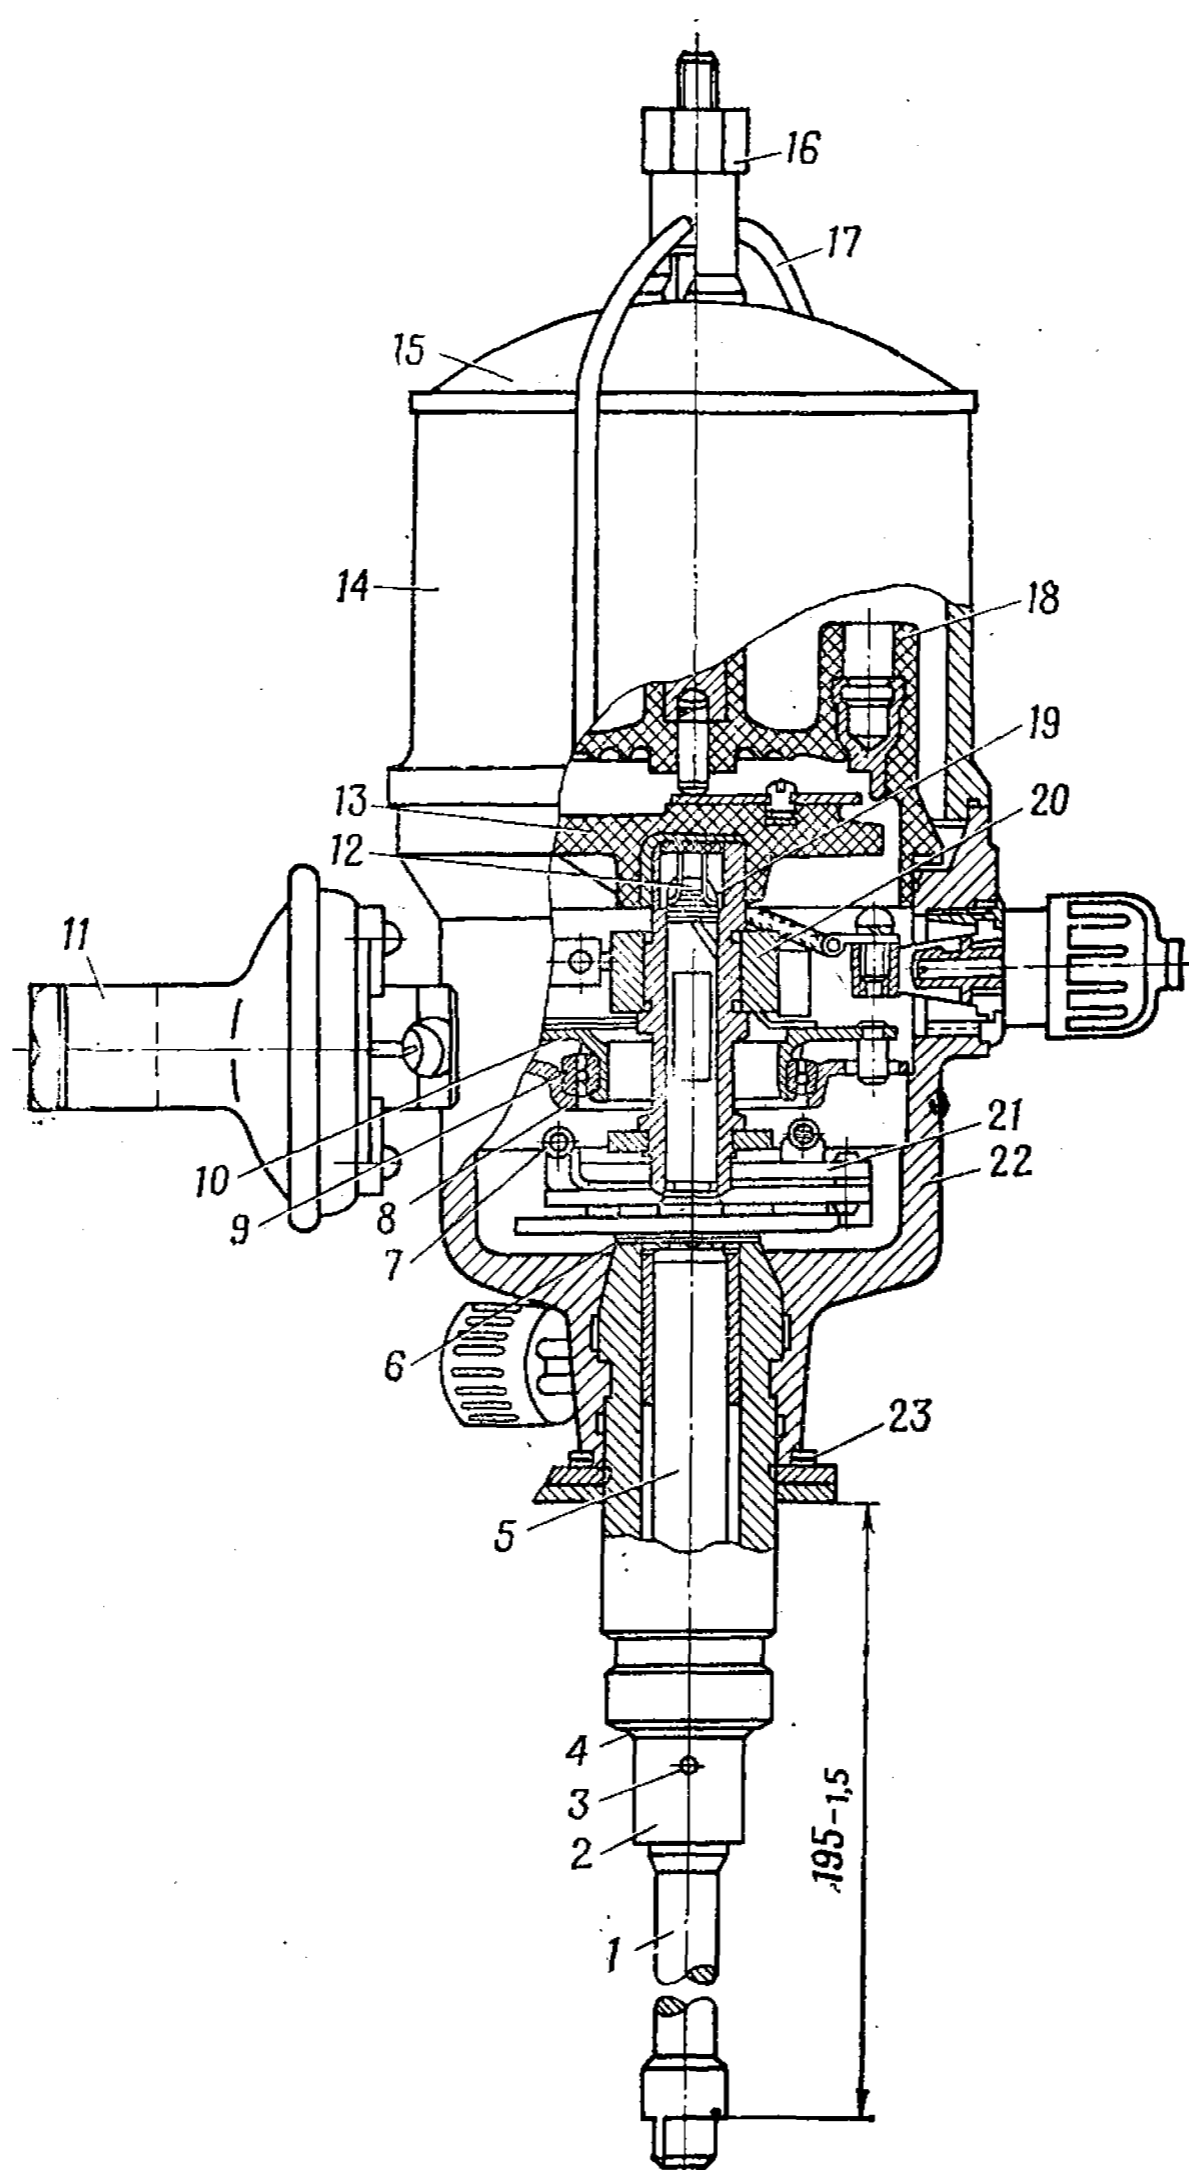
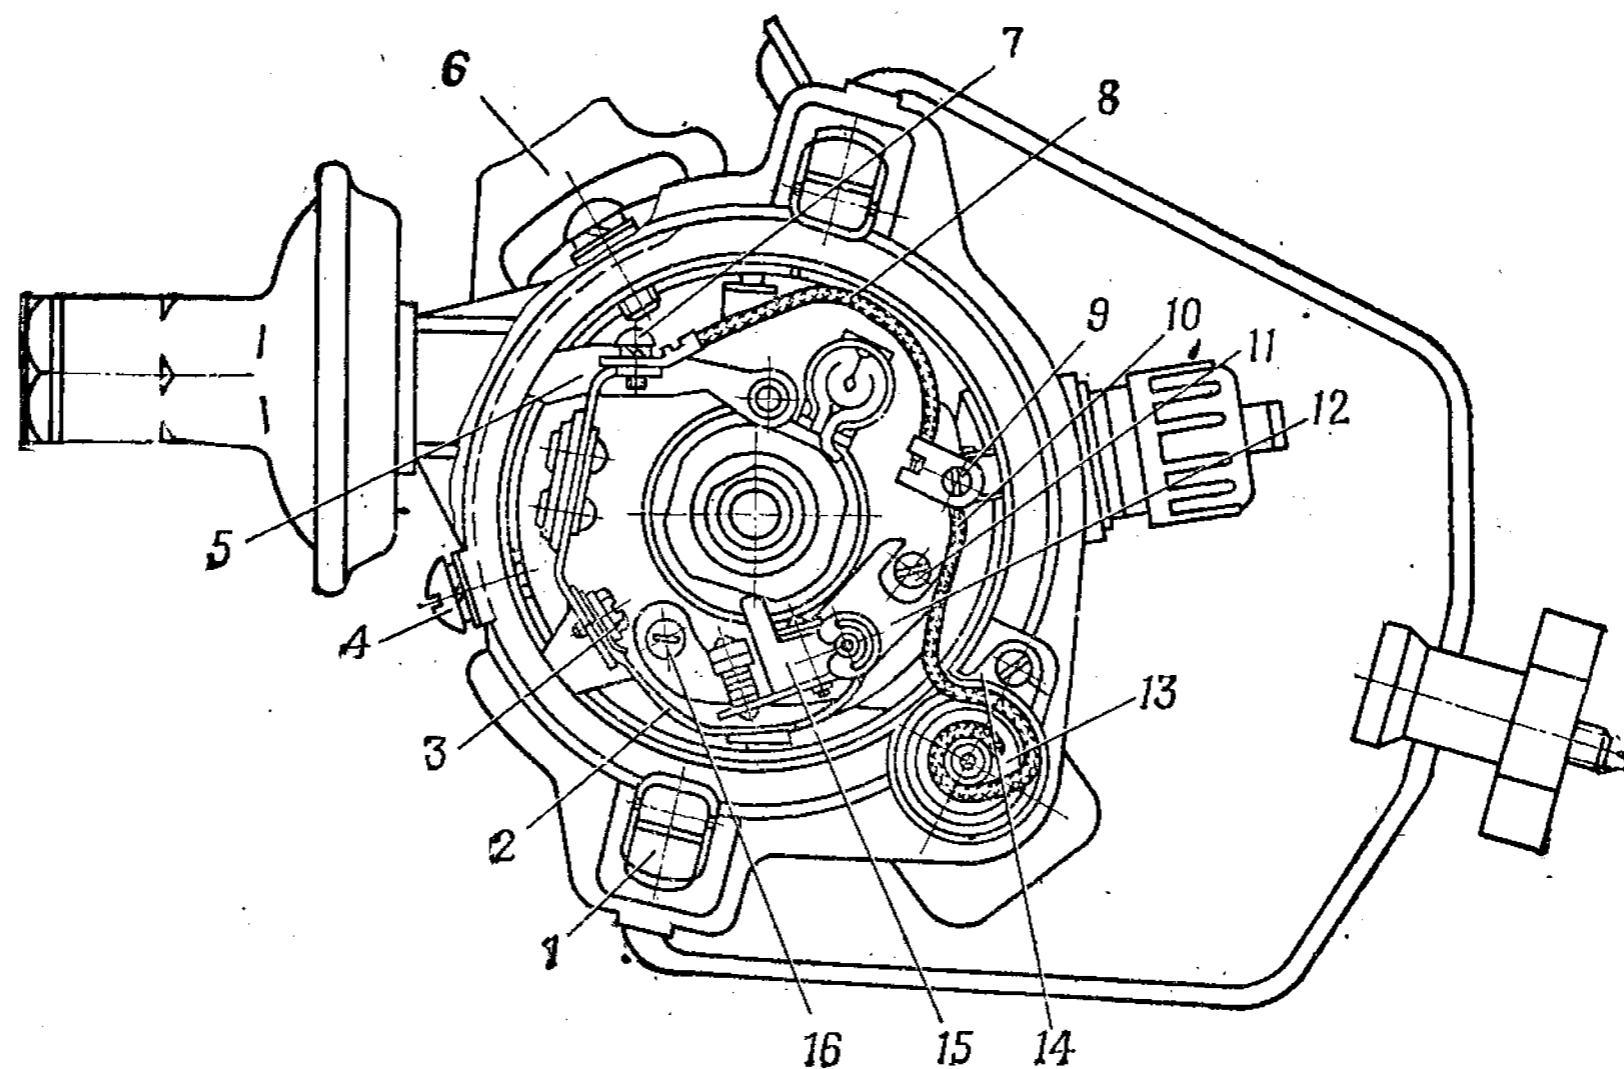
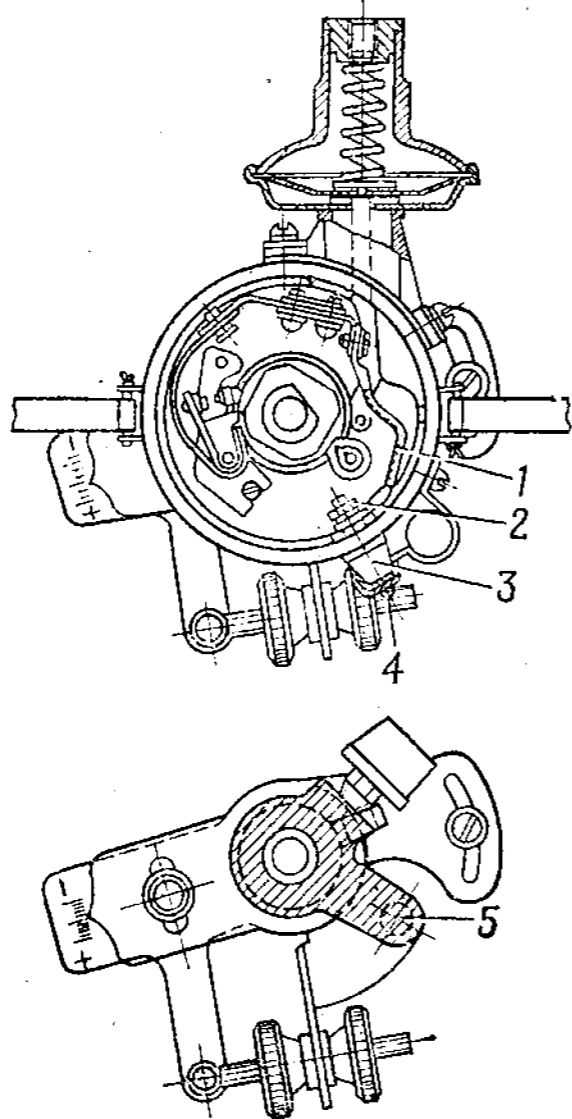

Рис. 164. Распределитель Р53-Б (продольный разрез):
Рис. 165. Распределитель P53-Б (вид сверху):
Рис. 166. Распределитель Р23
<p>Разборка распределителя Р53-Б (Р-23)</p> <p>1. Отвернуть гайку-барашек 16 (рис. 164) винта коромысла 17 крепления корпуса 14 экрана, снять корпус экрана и крышку 15. Переход 1 для распределителя Р23 не выполняется</p> <p>2. Отвести пружины крепления крышки 18 распределителя, снять крышку и бегунок 13</p> <p>3. Вывернуть винт 9 (рис. 165) с шайбами крепления провода 10 конденсатора и соединительного провода 8 и отъединить наконечники проводов от клеммы штепсельного разъема. Переход 3 для распределения Р23 не выполняется</p>	<p>Отвертка В 175×0,7</p> <p>—</p> <p>Отвертка В 175×0,7</p>
4. Вывернуть винт 4 (рис. 166) с пружинной шайбой, снять скобу, отъединить наконечник провода конденсатора. Отвернуть гайку 2 крепления провода 1 к клемме 3, отъединить наконечник провода 1, снять клемму 3 и ее изоляционную втулку.
5. Нанести метки на корпусе 22 (рис. 164) распределителя и фланце вакуумного регулятора 11
6. Вывернуть винты 4 (рис. 165) с пружинными и плоскими шайбами и снять вакуумный регулятор с корпуса распределителя, отъединив его тягу 5 от оси пластины прерывателя
7. Вывернуть винты крепления пластины 8 (рис. 164) с пружинными шайбами и вынуть пластину 10 в сборе с контактами из корпуса 22 распределителя.
8. Снять с оси контактной стойки 12 (рис. 165) замковую шайбу, плоские стальные и текстолитовые шайбы
<p>11. Нанести риски на боковых поверхностях подвижной 10 (рис. 164) и неподвижной 8 пластин прерывателя</p>	Напильник
<p>13. Вывернуть винт 14 (рис. 165) с пружинной шайбой, снять скобу крепления конденсатора 13 и вынуть конденсатор 13 из корпуса прерывателя. Переход 13 для распределителя Р23 не выполняется</p>	То же
<p>15. Вывернуть болт 5 (рис. 166) с пружинной шайбой и снять октан-корректор и регулировочные шайбы 23 (рис. 164)</p>	Ключ 11—14
22. Смазать оси грузиков 21 (рис. 164) центробежного регулятора маслом для двигателя и надеть на них грузики. Установить пружины грузиков 21
<p>25. Надеть на валик 5 распределителя плоскую шайбу 6 и установить его в корпус 22 распределителя, предварительно смазав маслом для двигателя</p> <p>26. Установить валик 1 прорезью на хвостовик валика 5, совместить их отверстия и вставить в отверстия штифт</p> <p>27. Надеть на валик 5 регулировочную шайбу 4, муфту 2, совместив отверстия в валике 5 с отверстиями в муфте 2, вставить в отверстия штифт 3 и расклепать его с двух сторон. Осовой люфт валика распределителя допускается не более 0,25 мм. Осовой люфт валика 5 распределителя регулировать подбором толщины шайбы 4, устанавливаемой между торцом хвостовика корпуса распределителя и муфтой 2</p> <p>28. Установить на хвостовик корпуса распределителя регулировочные шайбы 23, октан-корректор, закрепить его болтом с пружинной шайбой и проверить размер 193,5—195 мм. Расстояние от опорной поверхности нижней пластины октан-корректора до установочного выступа на конце промежуточного валика 1 должно быть 193,5—195 мм. Размер 193,5—195 мм устанавливать подбором толщины регулировочных шайб, устанавливаемых между верхней пластиной октан-корректора и корпусом прерывателя</p> <p>29. Установить на место конденсатор и закрепить его скобой и винтом 14 (рис. 165) с пружинной шайбой. Переход 29 выполняется только для распределителя Р53-Б, на распределителе Р23 конденсатор крепится двумя винтами с пружинными шайбами. Под один из винтов устанавливается скоба крепления его провода</p>	<p>Посуда для масла; кисть волосяная</p> <p>—</p> <p>Молоток АЗ</p> <p>Ключ 11—14; линейка 300; штангенциркуль ШЦ-II-200</p> <p>Отвертка В 175×0,7</p>
<p>30. Напрессовать на обечайку подвижной пластины 10 (рис. 164) подшипник 9, смазать его смазкой ЦИАТИМ-201, надеть на подшипник обечайку неподвижной пластины 8, установить пружинные держатели неподвижной пластины, подсоединить к ней неизолированный массовый провод и закрепить держатели и массовый провод винтами с пружинными шайбами.</p> <p>При установке неподвижной пластины на подшипник совместить риски, нанесенные на боковых поверхностях пластин</p> <p>31. Установить стойку 12 (рис. 165) с неподвижным контактом, вернуть винт 16 с плоской и пружинной шайбами, не затягивая его</p> <p>32. Надеть на ось стойки 12 стальную и текстолитовую шайбы, установить рычаг 15 в сборе; надеть на ось текстолитовую, стальную и замковую шайбы.</p> <p>Количество и толщина текстолитовых шайб, устанавливаемых между контактной стойкой 12 и рычагом 15 и между рычагом 15 и замковой шайбой, должны быть такими, чтобы обеспечить соприкосновение подвижного и неподвижного контактов по всей их рабочей поверхности и отсутствие заметного осевого люфта рычага 15.</p> <p>Поверхность контактов должна быть зачищена, непараллельность контактов свыше 0,15 мм не допускается</p> <p>33. Присоединить пружину 2 рычага 15 к кронштейну подвижной пластины прерывателя и вернуть винт со скобой и пружинной шайбой</p> <p>34. Установить пластину 10 (рис. 164) в сборе с контактами в корпус 22 распределителя и закрепить ее винтами с пружинными шайбами</p>	<p>Оправка; отвертка В 175×0,7; посуда для смазки; кисть волосяная</p> <p>Отвертка В 175×0,7</p> <p>Отвертка В 175×0,7</p> <p>То же</p>
<p>35. Установить вакуумный регулятор на корпус распределителя, соединить тягу 5 (рис. 165) с осью подвижной пластины, совместить метки на корпусе распределителя и фланца регулятора, вернуть винты 4 с плоскими и пружинными шайбами и затянуть</p>	<p>Отвертка В 175×0,7</p>
<p>36. Установить на стержень клеммы 3 (рис. 166) изоляционную втулку, вставить стержень клеммы 3 в корпус распределителя, надеть на стержень наконечник провода 1 и навернуть гайку 2 с пружинной шайбой и затянуть</p> <p>Переход 36 выполняется только на распределителе Р23</p>	<p>Ключ 6—8</p>
<p>39. Установить на кулачок 20 (рис. 164) бегунок 13, установить крышку 18 и закрепить ее пружинами 1 (рис. 165)</p>	<p>—</p>
<p>40. Установить корпус 14 (рис. 164) экрана, крышку 15 и закрепить их на корпусе распределителя гайкой-барашком 16 коромысла 17.</p> <p>Переход 40 на распределителе Р23 не выполняется</p>	—